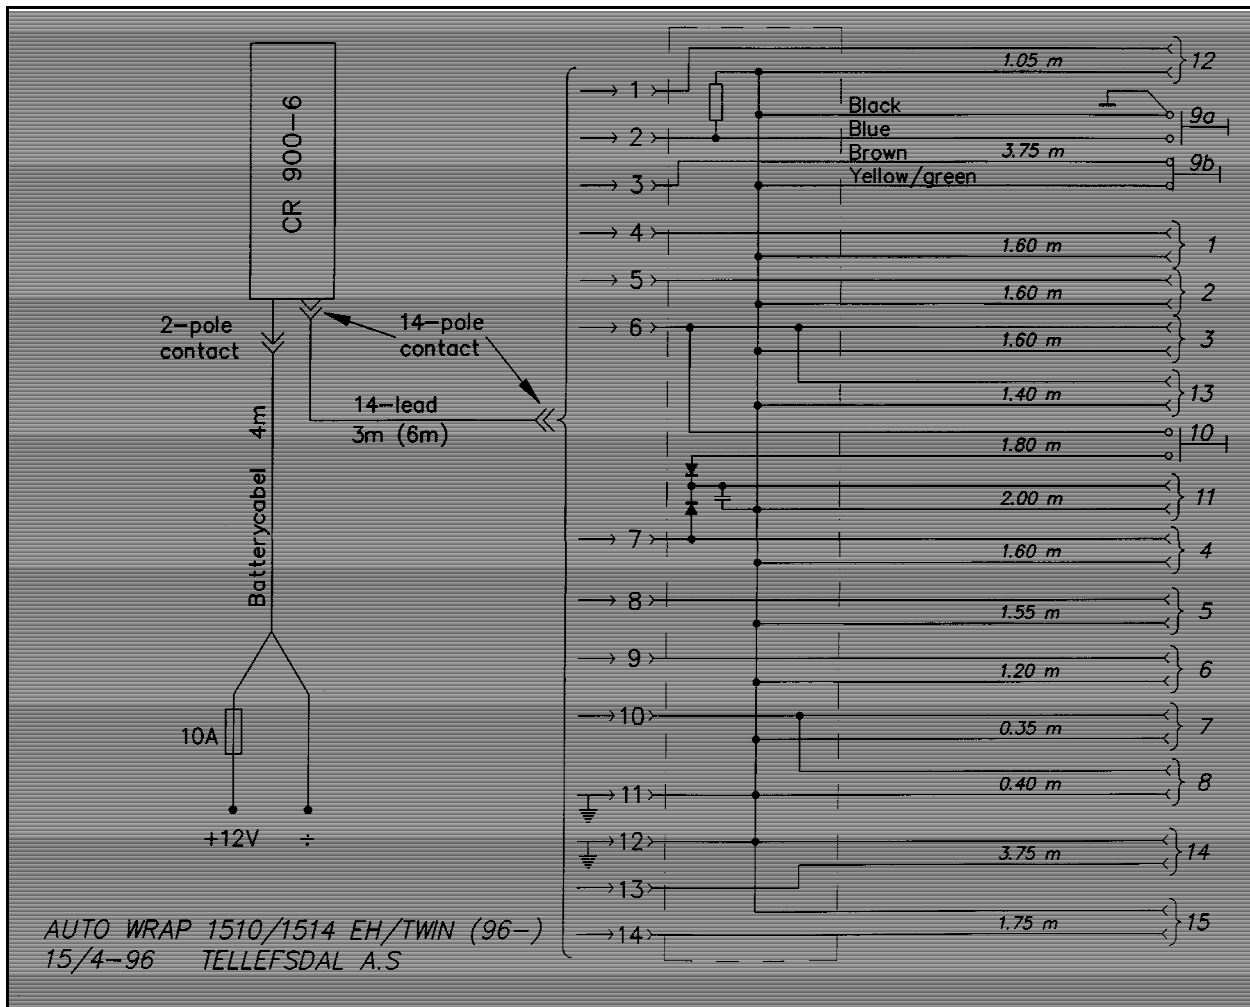

Fig. 13-1
Det elektriske anlegget består av styreboks med tilførselsledning, styrekabel, (14-leder), med støpsel i begge ender, samt fordelingsledninger til alle magnetventiler og brytere på maskinen. (Se fig.13-1).
13.4 STRØMFORDELING. (Se fig. 13-1).
(Se koblingskjema, fig. 13.1).